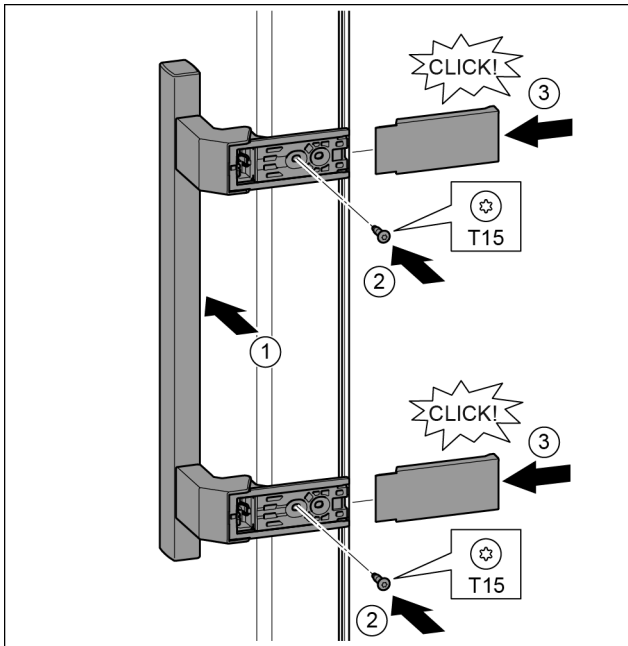

Fig. 39
- ▶ Nasadte madlo na protilehlé straně. Fig. 39 (1)
- ▶ Šroubovákem T15 pevně utáhněte šrouby. Fig. 39 (2)
- ▶ Kryty bočně nasadte a nasuňte. Fig. 39 (3)